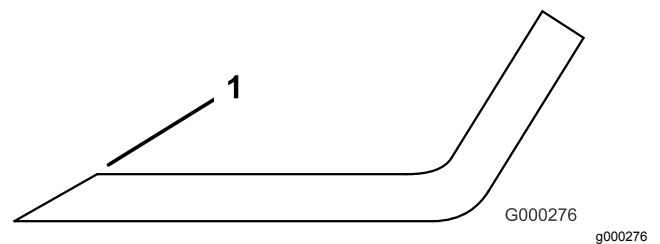

Figura 108
3. Inspeccione as extremidades de corte de todas as lâminas e afie-as se apresentarem sinais de desgaste ou ranhuras (Figura 108).
Nota: Afie apenas a zona superior da parte cortante e mantenha o ângulo de corte original para garantir um desempenho eficaz da lâmina (Figura 108). A lâmina mantém o equilíbrio se for retirada a mesma quantidade de metal de ambas as partes cortantes.